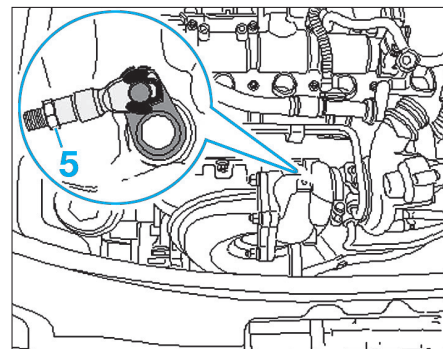

Fig. 63
- Si la valeur assignée ne correspond pas desserrer le contre écrou (5) puis dévisser la tige filetée de la tringle de commande jusqu'à obtention de la valeur (Fig.63).